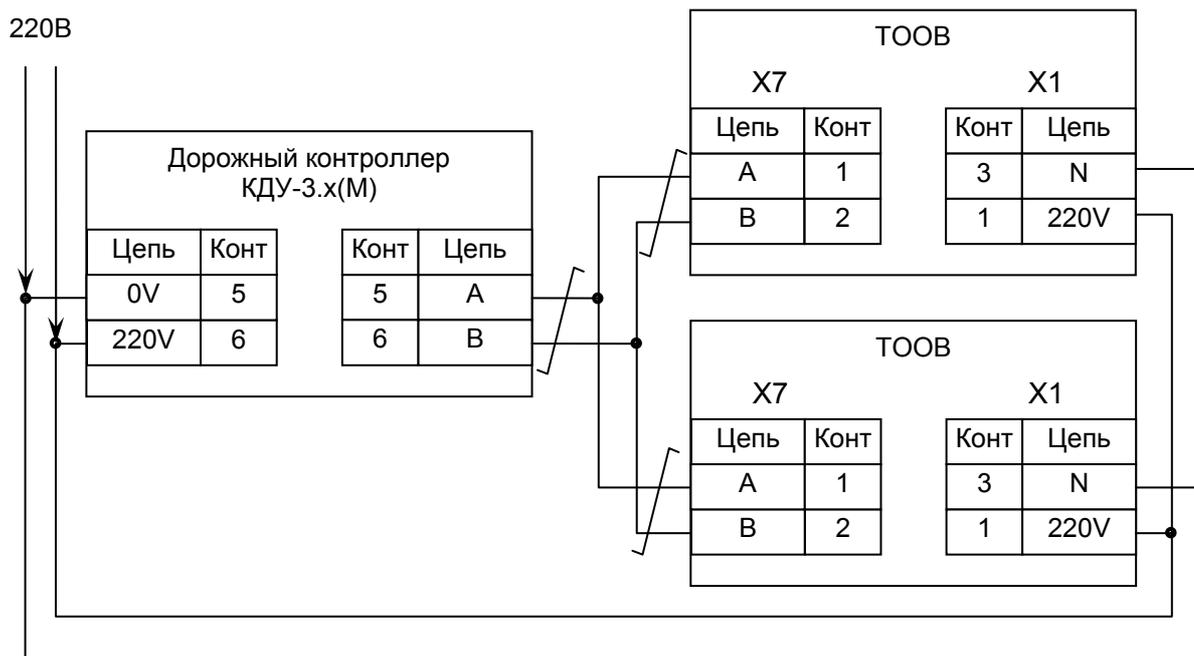

Рис.2. Схема подключения устройства в управляемом режиме. Табло обратного отсчета времени, указатель скорости.
11.1. Устройство подключается к сети 220В через разъем X1 и к дорожному контроллеру по интерфейсу RS-485 через разъем X7 (см. рис. 2). Допускается использовать отдельный модуль гальванической развязки.
13.1. Устройство подключается к сети 220В через разъем X1 и к дорожному контроллеру (в дальнейшем и к узлу сети АСУДД-КС) по интерфейсу RS-485 через разъем X7 (см. рис. 2). Допускается использовать отдельный модуль гальванической развязки. Работа возможна только в управляемом режиме.